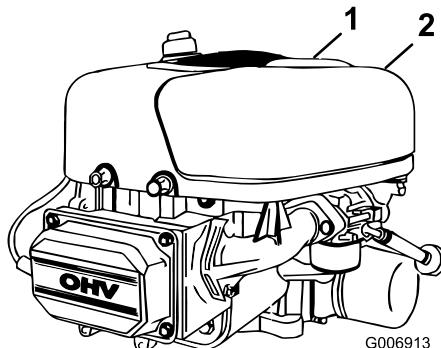

Figura 22
- Tire hacia arriba del asa de la tapa del limpiador de aire y gírela hacia el motor (Figura 22).